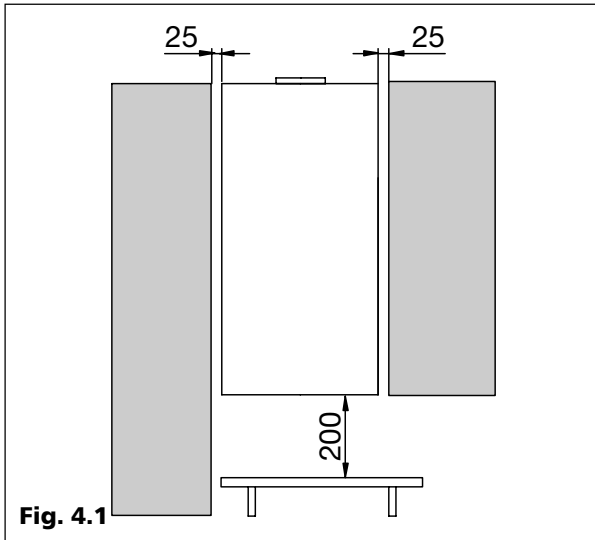

Fig. 4.1
- Per consentire le operazioni di manutenzione è indispensabile lasciare intorno all'apparecchio le distanze minime indicate in Fig. 4.1.